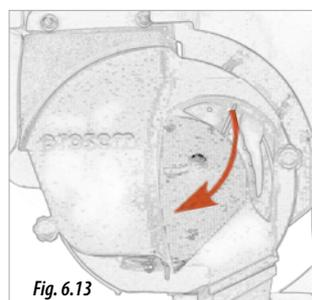

Fig. 6.13
3. Faites pivoter manuellement une roue motrice dans le sens de la marche, desserrez la molette et ouvrez la trappe d'inspection (Fig. 6.13) pour vérifier la répartition des graines sur le disque de semis.